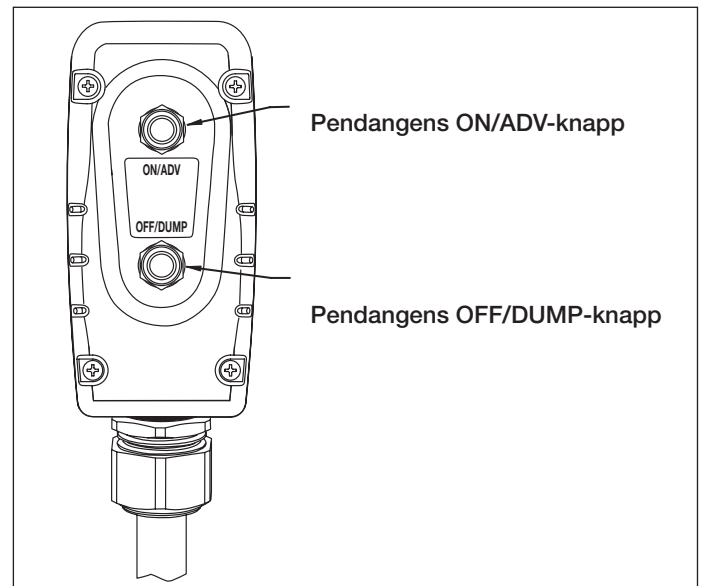

Figur 6, Pumpkontrollpanel
#### 5.1 Pumpmotorns till/från-brytare (se figur 6)
4. Anslut enheten till strömmen. Flytta pumpens på/av-brytare till ON (på). Se figur 6.